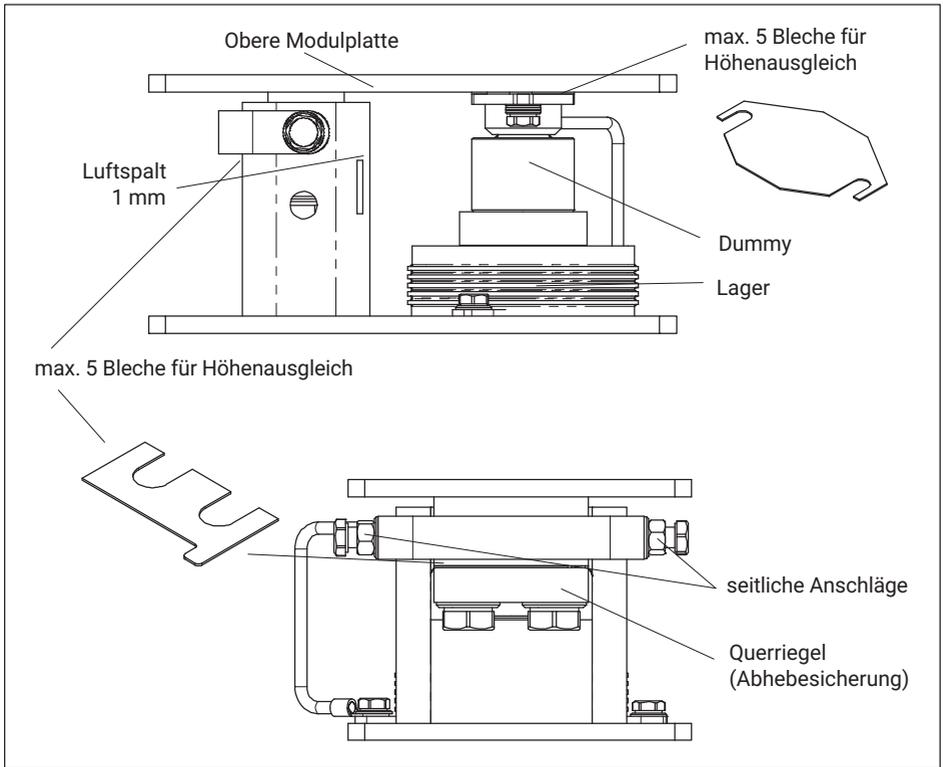

Abb. 4.2 Montage der Ausgleichsbleche bei Ausführung 10 t .. 33 t
(siehe Abb. 4.2)
- Vertikales Ausrichten des Modules durch Unterlegen oder Wegnehmen der fünf 1-mm-dicken Ausgleichsbleche über dem Druckstück der Wägezelle (siehe Abb. 4.2)